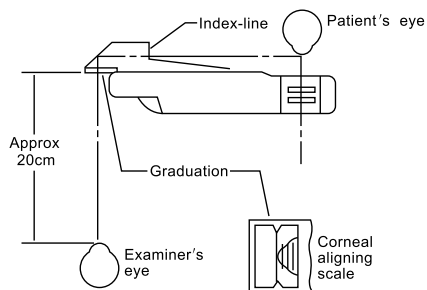

图 25
转动额托旋钮 ⑨ 调节额托 ⑳ 的位置。当被测者的前额紧靠在额托 ㉑ 上后，通过镜角距部件 ⑩ 在 20cm 左右的位置上观察。在镜角距部件 ⑩ 的显示窗尖角顶点与长线对齐，然后观察被测者角膜的最高点（图 25）。显示窗中的长线代表测量距离是 13.75mm，是标准的眼镜配戴距离。三根短线以 2mm 的相等间距偏离长线。假如被测者角膜最高点在离长线的第二根短线上，屈光度数应为镜片距角膜最高点 17.75mm（标准值 13.75 mm + 第二根短线的修正值 4 mm = 17.75mm）位置上所测得的数值。如果实际镜片配戴距离不是标准值（13.75mm），则利用表 1 和表 2 进行修正。